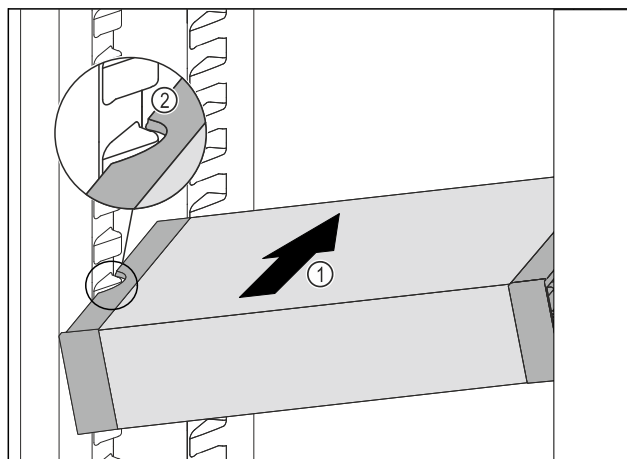

Fig. 92
- ▶ Вдвигайте VarioSafe под наклоном в холодильное отделение Fig. 92 (1), пока боковые выемки Fig. 92 (2) VarioSafe не окажутся на высоте выступа резервуара в холодильном отделении.